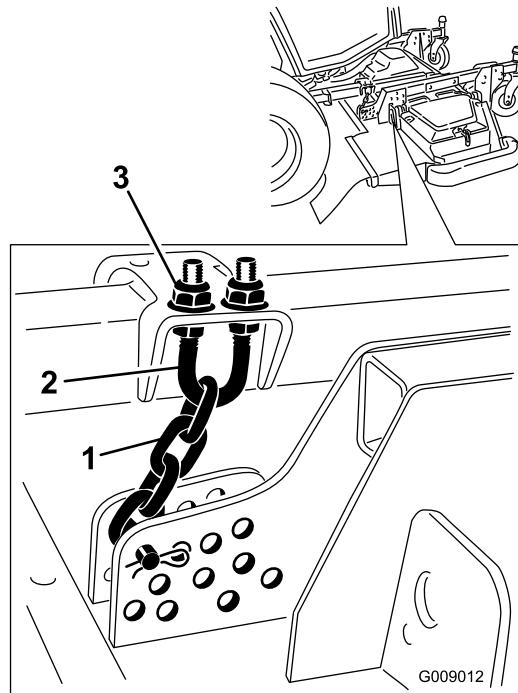

Figure 91
- Desserrez les écrous de blocage en haut ou en bas de l'étrier fileté de la chaîne de hauteur de coupe (Figure 91).